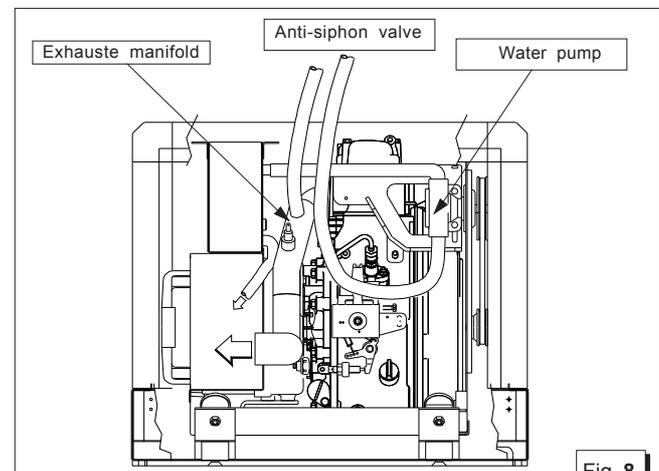

Fig. 8
**Va obbligatoriamente usata quando il generatore è installato col miscelatore di scarico sulla o sotto la linea di galleggiamento, e va posizionato ad almeno 50 cm. sopra il livello del mare. (vedi fig. 8/9).**